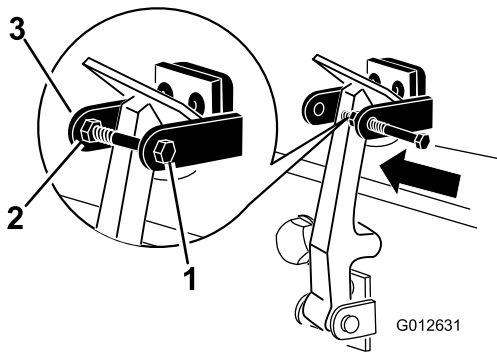

图6
9. 通过 CE 锁支架的另一个臂安装螺栓并用锁紧螺母和垫圈固定该螺栓 图6。